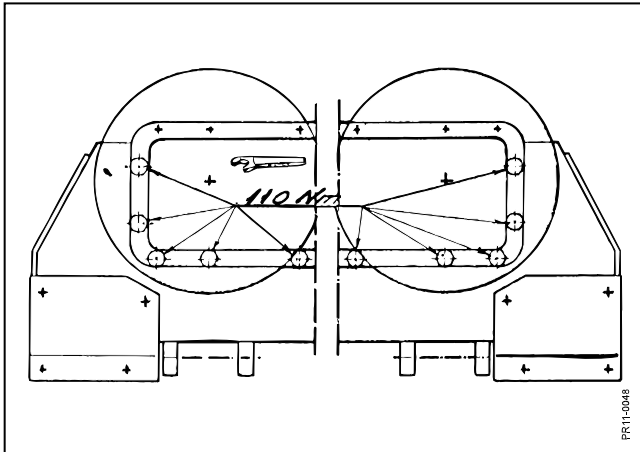

Fig. 5-4
- Fig. 5-4** For at undgå skadelige rystelser skal bjælken være godt fastspændt. M12 bolte: 110 Nm (11 Kpm) og M10 bolte: 70 Nm (7 Kpm). Bolte ved bjælkeender SKAL kontrolleres jævnligt.